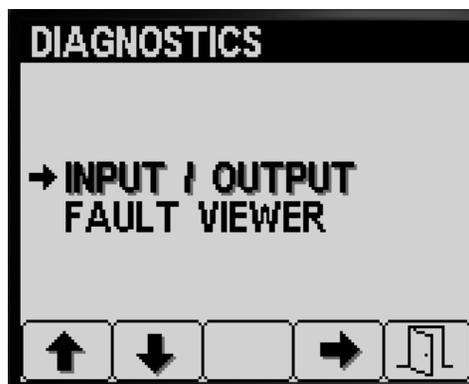

图 84
1. 在 Diagnostics 诊断屏幕上按 1 号或 2 号按钮直至到达 INPUT/OUTPUT 输入/输出选项图 84。
2. 按 3 号按钮可选择 INPUT/OUTPUT 输入/输出条目图 84。
- 按 5 号按钮退出 INPUT/OUTPUT 输入/输出屏幕然后返回至 DIAGNOSTIC 诊断屏幕 图 84。